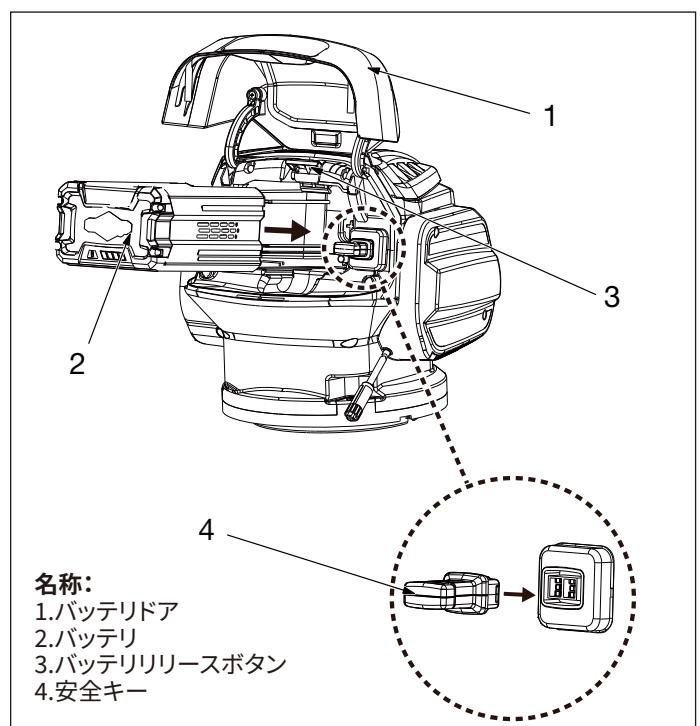

図5:バッテリの取り付け
- バッテリを外側にスライドさせ、バッテリコンパートメントから取り出します。図5を参照してください。